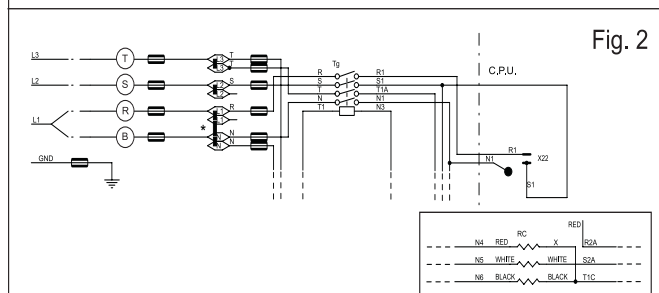

Fig. 2
- If the connection between (Y) and ( $\Delta$ ) needs to be changed, follow the instructions in the diagrams in Figure 2.
- Au cas où une modification du raccordement monophasé de (Y) avec ( $\Delta$ ) serait nécessaire, intervenir en suivant les schémas indiqués dans la figure 2.